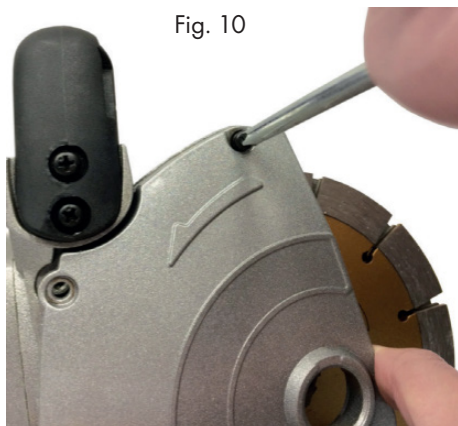

Fig. 10
- Rimuovere il coperchio laterale (15) allentando le tre viti, fig. 10.